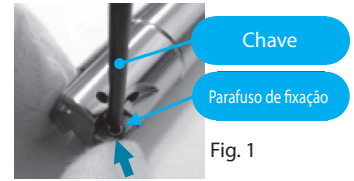

Fig. 1
2. Encaixe o parafuso na ponta magnética da chave. Enquanto pressiona levemente o inserto contra as superfícies de contato, coloque o parafuso no furo do inserto e aperte-o. (Consulte a Fig. 1)